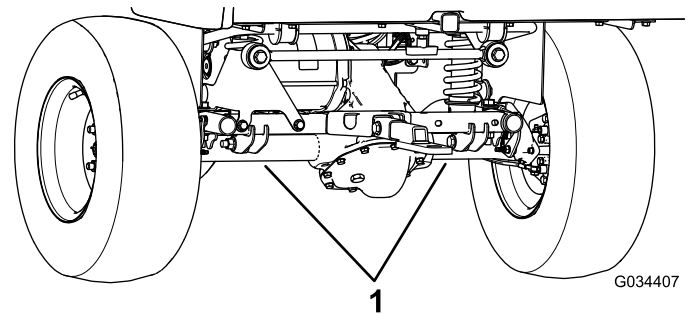

Figura 23
- El punto de elevación de la parte trasera de la máquina está debajo de los tubos del eje (Figura 23).